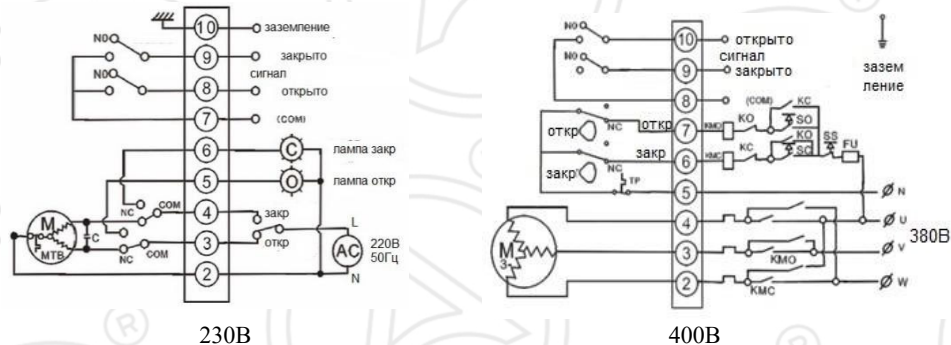

Рис.3
4.1. Принципиальная электрическая схема подключения электропривода к сети Рис.3.